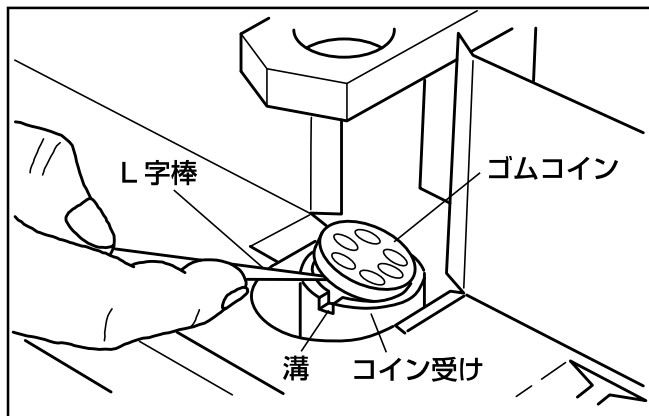

図37
- 2.付属のL字棒をコイン受けの溝から差し込み、ゴムコインを手前から起こすようにして外してください。 **図37 参照**